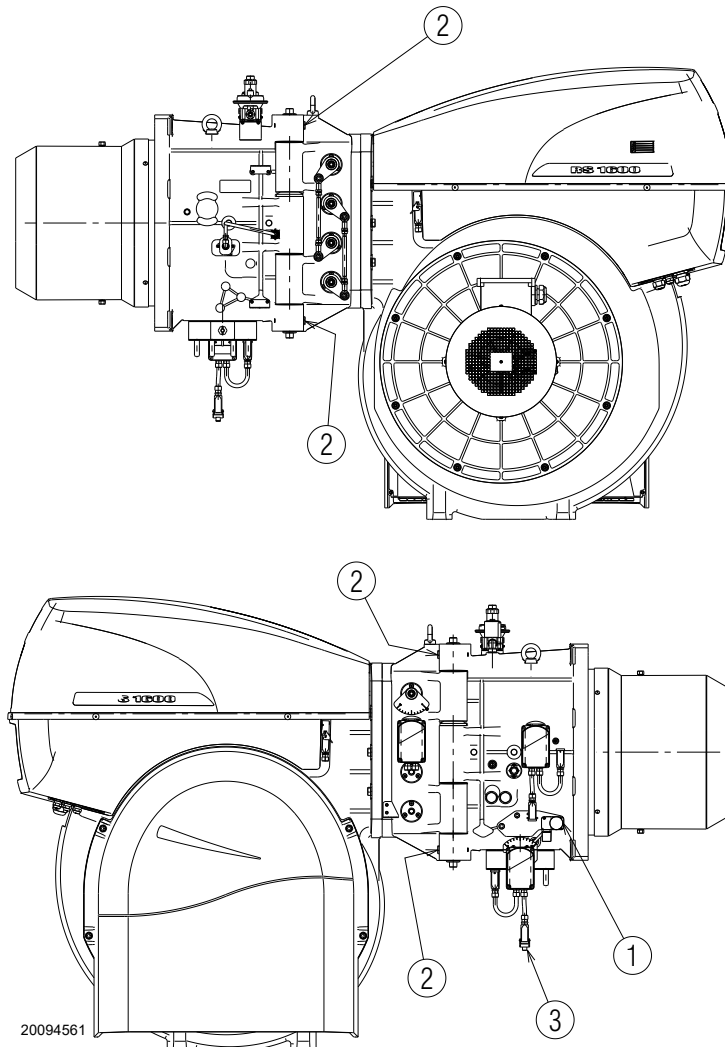

Abb. 36
- Trennen Sie die Gasdruckwächterverbindung 1)(Abb. 36).